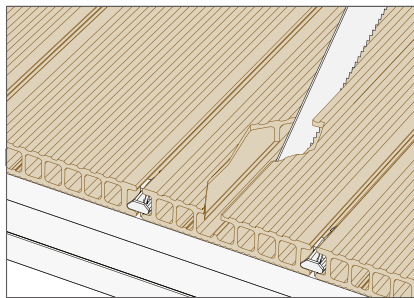

Abb. 1
1. Schneiden Sie die zu ersetzende Diele längs in zwei Teile, damit sie leicht gelöst werden kann. Positionieren Sie die neue Diele. (Abb. 1 - 2)